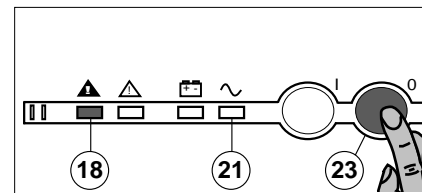

Fig.4
▶ appuyer pendant 3 secondes sur le bouton (23) "arrêt onduleur" (figure 4) :